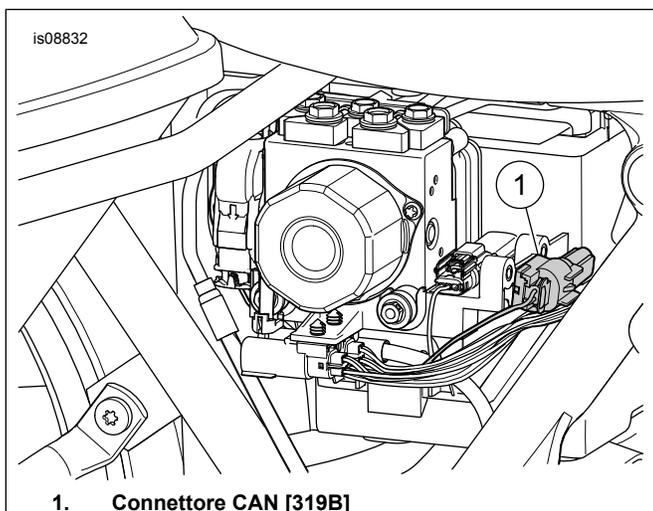

Figura 3. Connettore CAN [319B], sotto il coperchio di destra.
- c. Vedere Figura 3. Individuare il connettore CAN Delphi a 2 vie [319B] (1) sotto al coperchio di destra.